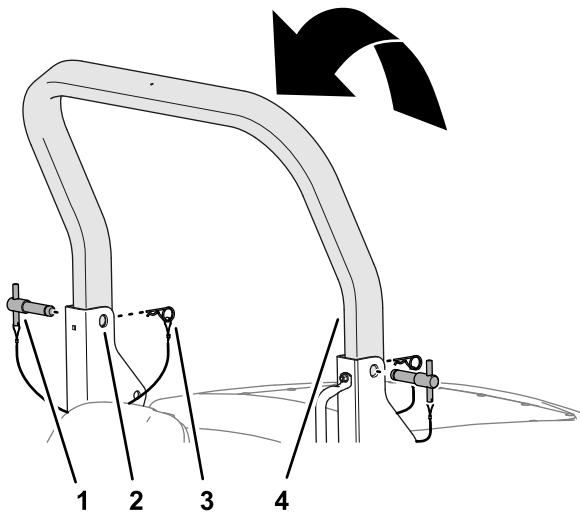

Figura 23
- Eleve a barra de segurança superior até que os furos na barra de segurança fiquem alinhados com os suportes da articulação (Figura 23).
- Insira os pinos da barra de segurança através dos furos superiores dos suportes da articulação e da barra de segurança superior (Figura 23).
- Prenda os pinos da barra de segurança aos suportes da articulação com os pernos de gancho (Figura 23).